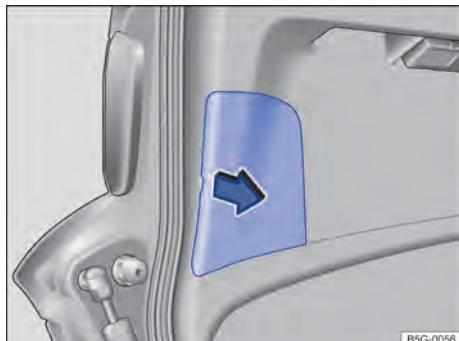

Fig. 223 Na tampa do compartimento de bagagem: remover a cobertura.
3. Levantar com cuidado a cobertura, se necessário, com a lâmina plana da chave de fenda das ferramentas de bordo ⇒ Fig. 223.